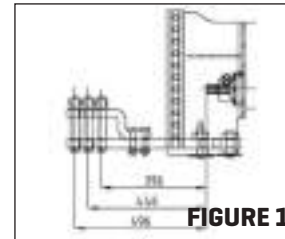
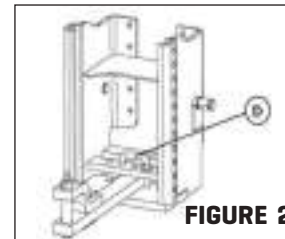
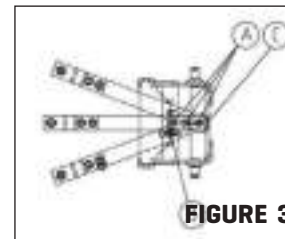

FIGURE 1
FIGURE 2
FIGURE 3
- L'arbre d'attelage peut présenter un jeu latéral à droite et à gauche [Fig. 3] Une goupille, comme l'indique « D » [Fig. 2], doit être installée pendant le remorquage de l'équipement dans une position fixe ou pendant le transport d'une charge sur une remorque.
- La taille de l'arbre d'attelage comparée à l'équipement peut être plus longue ou plus courte comme l'indique la Fig. 1. Retirez La goupille « C » présentée dans la Fig. 3 et réglez-la en l'installant dans les orifices « A ».